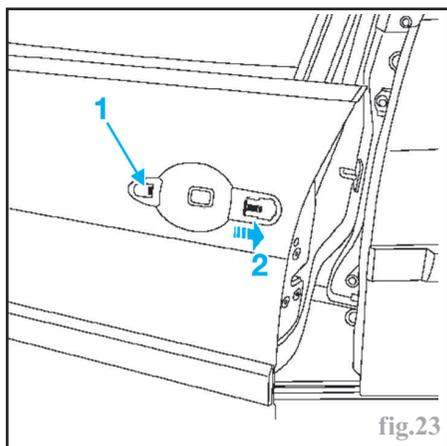

fig.23
- Dégager l'agrafe (1) (fig.23).